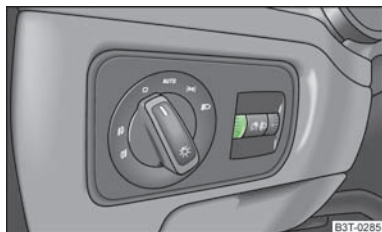

Abb. 35
- Den Drehregler » Abb. 35 auf die gewünschte Intensität der Instrumentenbeleuchtung drehen.